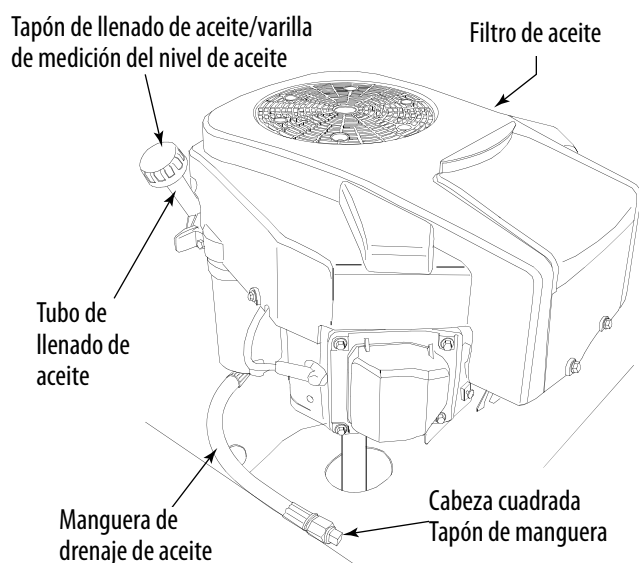

Figura 6-1
2. Ubique la manguera de drenaje de aceite del lado izquierdo del motor. Vea la Figura 6-1.
4. Mientras sostiene el extremo libre de la manguera de drenaje de aceite sobre el recipiente de recolección de aceite, desatornille el tapón de la manguera del extremo de la manguera. Vea la Figura 6-1. Drene el aceite del motor dentro del recipiente.